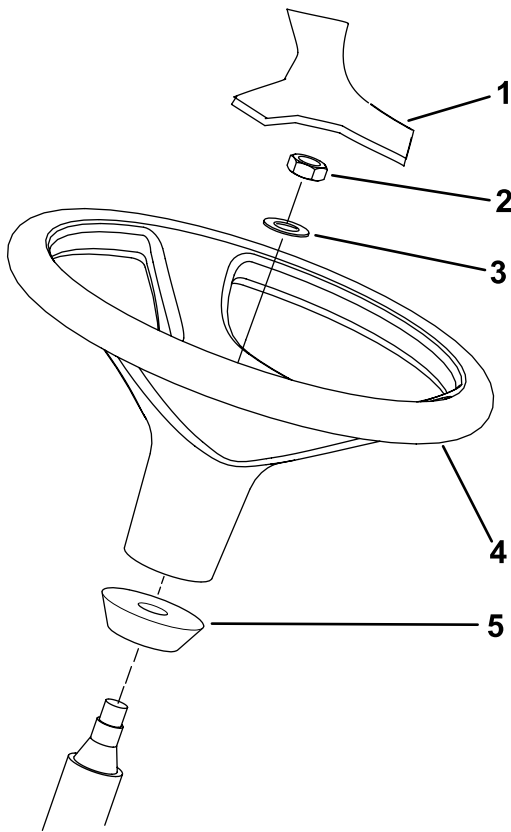

Figure 10
1. Déposez le volant du support d'expédition (Figure 10).
- Remarque:** Vérifiez que la bague en mousse reste bien sur l'arbre de direction (Figure 10).
- Glissez le volant et la rondelle sur l'arbre de direction (Figure 10).
- Posez le couvre-moyeu sur le volant (Figure 10)